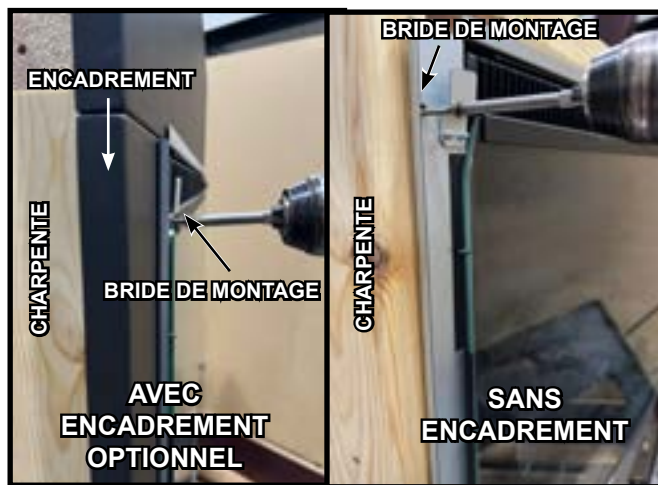

Figure 4.8
7. Placez l'appareil dans l'ouverture, avec les brides de montage (ou l'encadrement, le cas échéant) au ras du mur. Voir la figure 4.8.